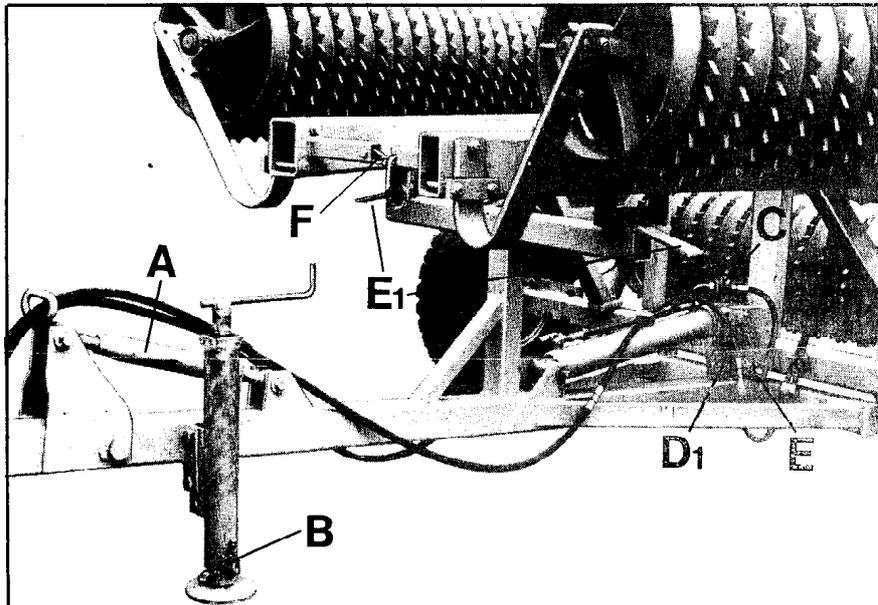
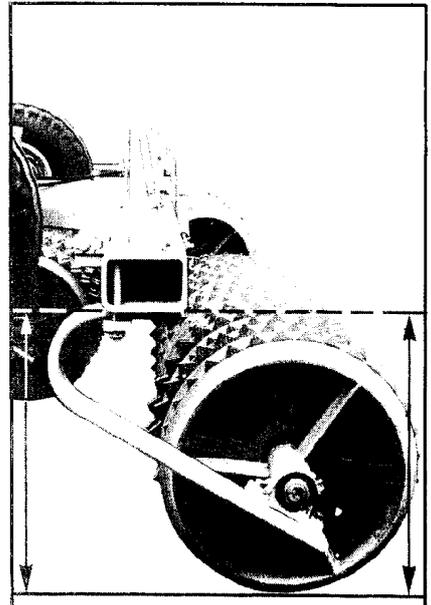

Fig.3
Fig.4
Mit Abstellstütze oder Spannschloß (A, Fig. 3) passende Koppelhöhe einstellen.
Nach dem Ankuppeln das Spannschloß (A) so einstellen, daß das Rahmenprofil parallel zum Boden steht (siehe Fig. 4).
Abstellstütze hochstellen (in Transport- und Arbeitsstellung hochgestellt); den Steckergriff (B, Fig. 3) zwischen den Haltestiften festsetzen - als Verdrehsicherung.
Anschlag (für Teilaushebung) umlegen; nach vorn - siehe **D1** (Fig. 3 + 6).
Wichtig: die Anschlagsschraube **E** so einstellen, daß die einklappenden Seitenteile mit der Rolle auf die Anlaufschienen **E1** treffen (Fig. 3).
Mit Kette **F** sichern (Fig. 3).
Transportsicherung lösen - Kette **F** (Fig. 3).
Den Rahmenprofilträger parallel zum Boden einstellen (in Fahrtrichtung; siehe Fig. 4) - mit Spannschloß **A** (Fig. 3).
eingeklappt - mit Kette gesichert (F, Fig. 3).